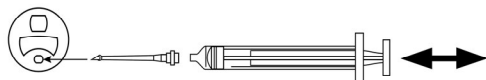

図 3
- (4)(3)で改善されない場合、針をインフレーションルーメンに差し込み、シリンジでポンピング操作を行う (図 3)。